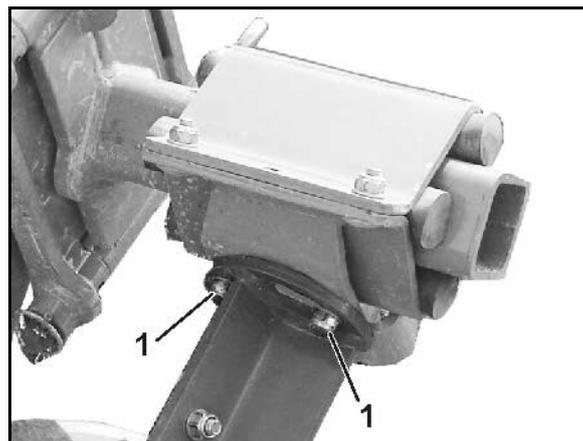

Fig. 33
2. 3 Verschraubungen (Fig. 33/1) lösen.